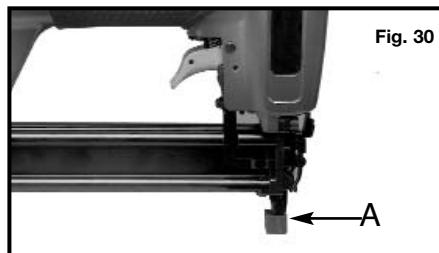

Fig. 30
Un coussin de nez en caoutchouc (A) Fig. 30 est fourni pour réduire le tachage de la surface de travail. Il est possible d'enlever le coussin en caoutchouc et de le garder dans le chargeur (B) Fig. 31 lorsqu'il n'est pas utilisé.